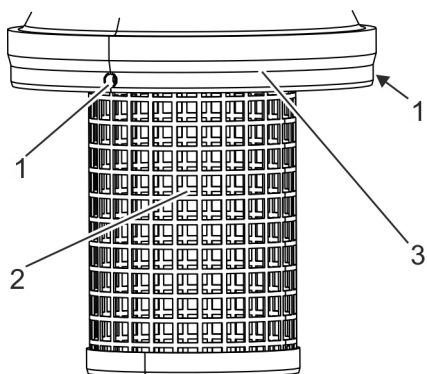

Fig. 28: Fijación del tamiz cilíndrico
6. ➤ Fije el tamiz cilíndrico (Fig. 28/2) con la ayuda de los espárragos roscados (Fig. 28/1) a la tapa (Fig. 28/3).